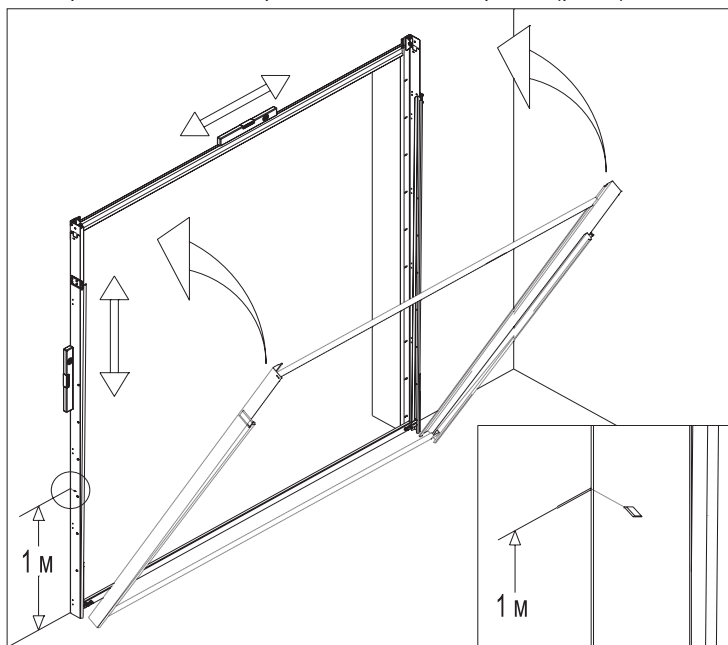

Рис. 8.
Закрепление собранной вертикальной рамки несущего каркаса к проему (рис.8) производится в следующем порядке:
- 3) выставить и зафиксировать рамку в вертикальной плоскости, совместив про-сечки в опорных стойках с метровыми метками на проеме (рис.8);